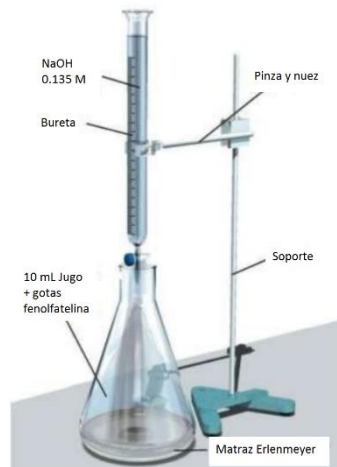

Figura 18 Esquema para realizar la titulación
- d) Anota el volumen en mL de la disolución de NaOH consumido durante el proceso. Teniendo en cuenta la molaridad del NaOH utilizado y el volumen consumido calcula el porcentaje de ácido presente en la muestra (Figura 18).